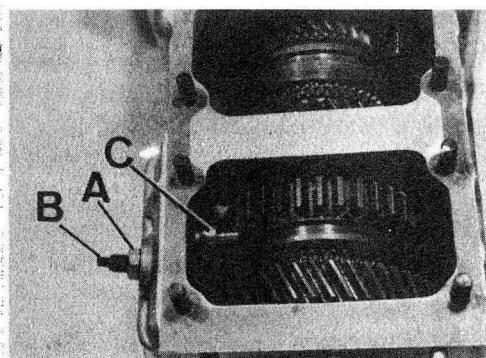

Fig. C1-74 Desmontaje palanca intermedia de marcha atrás
- 1.2. Aflojar la tuerca, A (Fig. C1-74) y extraer el pivote roscado, B de la palanca intermedia, C.
- 3.2. Montar el pivote roscado, B (Fig. C1-74) y la tuerca, A, centrando el primero sobre su alojamiento en la palanca intermedia, C, y roscar el pivote suavemente, - hasta que el patín quede presionando sobre el fondo de la canal del rodamiento, aflojando a continuación 3/4 de vuelta el pivote, B, y fijándolo en esta posición con la tuerca, A.